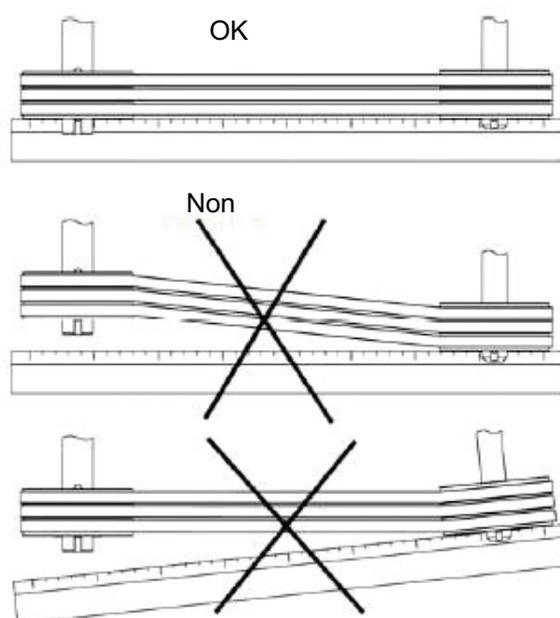

Fig. 27. Réglage des poulies
Dès que les nouvelles courroies ont été assemblées, vérifier l'alignement des poulies, et s'assurer à l'aide d'une jauge qu'elles sont bien parallèles les unes aux autres, et que leurs rainures sont alignées (fig. 27). Une fois le réglage terminé, tourner l'entraînement sans aucune charge afin de permettre aux courroies de se placer avec précision dans les rainures. Les courroies neuves doivent être étirées à nouveau au bout de 50 heures d'utilisation.
5. Régler la poulie (fig. 27).